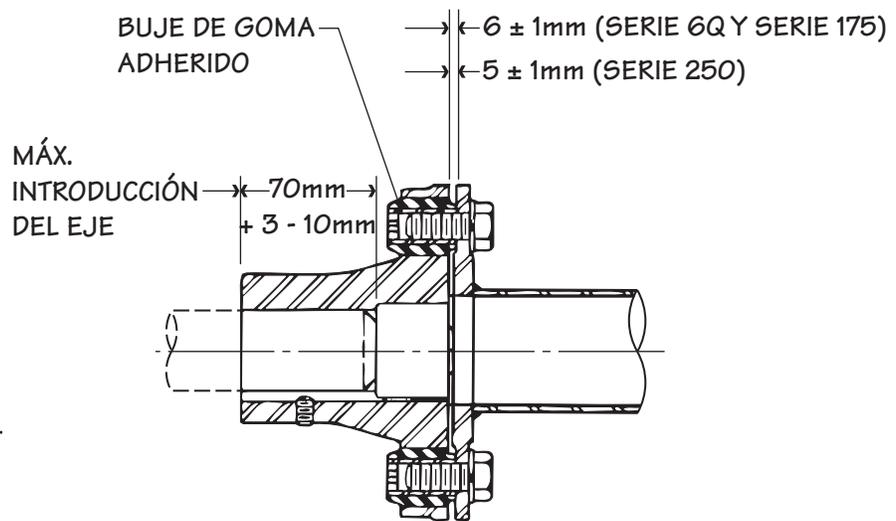

Figura 4
Fíjese en la coincidencia de los números de las bridas del eje motriz y quite los yugos. Recubra el eje del motor y del Geareducer con "Thred-Gard" (Crane Packing Co.) o un lubricante similar. Introduzca la cuña hasta la mitad en los ejes del motor y del Geareducer, instale entonces los yugos como se muestra en la Figura 4. Utilice un martillo de goma o un bloque de madera cuando golpee los yugos para evitar que se dañen. Apriete cada prisionero de yugo contra la cuña.
Alinee los números coincidentes en la tubería y las bridas del yugo y atornille el conjunto de brida y tubería al yugo del Geareducer mientras que apoya el extremo del motor del conjunto de brida y tubería. Apriete progresivamente hasta obtener un par de apriete de 82 N·m. Deslice el motor de modo tal que el yugo del motor pueda atornillarse al conjunto de brida y tubería sin empujar o tirar de los bujes. Alinee los números coincidentes y atornille el yugo del motor al conjunto de brida y tubería. Apriete progresivamente hasta obtener un par de apriete de 82 N·m. La distancia entre la tubería y las bridas del yugo debe ser la que se muestra en la Figura 4.
Alinee el eje motriz hasta que la lectura total del indicador en cada extremo no exceda de 0.005" (0.13 mm). Apriete todos los pernos de montaje del motor y del Geareducer, y compruebe de nuevo la alineación. Mantenga la holgura entre la cara de la brida y la cara del yugo como se muestra en la Figura 4.
8. Si el motor se movió hacia atrás para permitir la extracción del conjunto de tubería y brida, ponga el motor en su posición original, asegurándose de que se mantenga el espaciamiento entre bridas. Vea la Figura 4. Apriete los pernos de máquina de 5/8" o los tornillos de cabeza hexagonal hasta obtener un par de apriete de 82 N·m. Para los ejes motrices de la Serie 6Q y la Serie 175, utilice una llave Allen para evitar que el buje gire en su alojamiento. Compruebe de nuevo la alineación del eje motriz y apriete los pernos de montaje del motor.